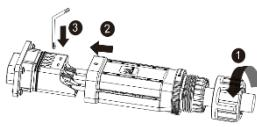
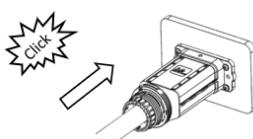

Fig. 11: Racordarea firelor
Fig. 12: Introducerea apărătorii
- 1 Dirijați cablul configurații prin piuliță și apărătoare (fig. 11 poz. 1 & 2) și fixați corespunzător ordinii conductorilor la portcontact (fig. 11/poz. 3) cu cheia imbus atașată [KA_3/4 4,0 Nm].
- 2 Trageți apărătoarea (fig. 11, poz. 3) peste fișă, astfel încât să fie vizibilă gaura din apărătoare (fig. 12).